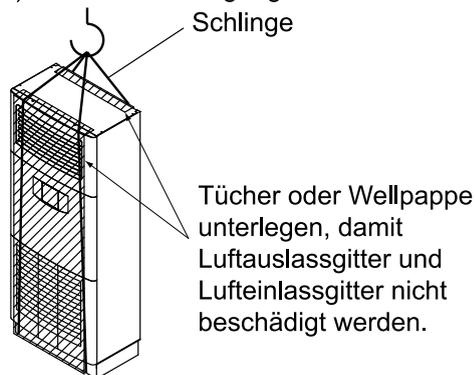

Abb. 1
- Wenn das Gerät zum Anheben aufgehängt wird, verwenden Sie eine Seilschlinge aus weichem Material, wie unten gezeigt. **(Siehe Abb. 1)**
(1) Horizontale Aufhängung